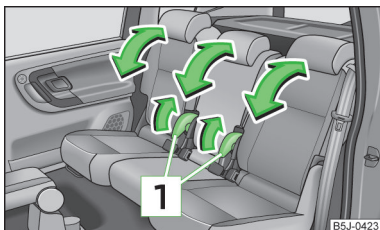

Abb. 57
- Den Hebel **1** » Abb. 57 ziehen und die gewünschte Neigung der Sitzlehne einstellen.
- Den Hebel **1** » Abb. 57 auf Seite 73 ziehen und die Sitzlehne ganz vorklappen.